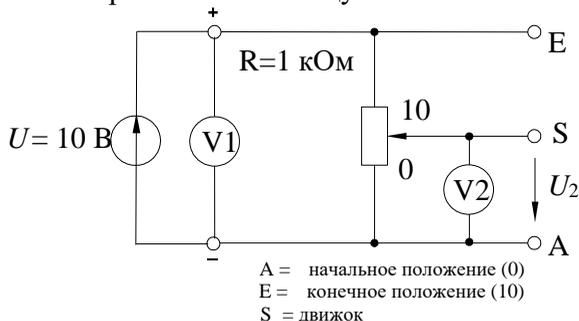

Рисунок 9 – Схема делителя напряжения в режиме холостого хода
4.1. Соберите цепь потенциометра согласно схеме (рис.9) и подайте на ее вход постоянное напряжение 10 В. Измерьте напряжения  $U_1$  и  $U_2$  при каждом из положений потенциометра, заданных в таблице 4 значениями угла  $\alpha$ . Внесите все измеренные величины напряжения в таблицу 4.